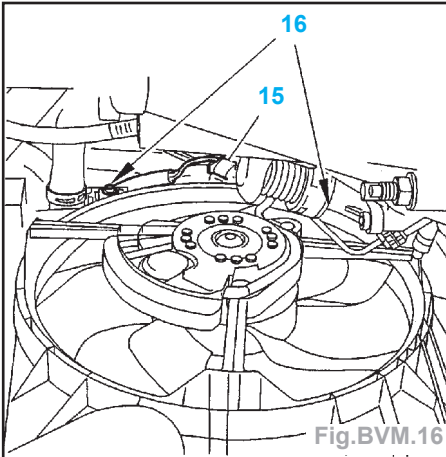

Fig.BVM.16
- Débrancher le connecteur (15) (Fig.BVM.16).
- Déposer les vis (16) puis le motoventilateur.